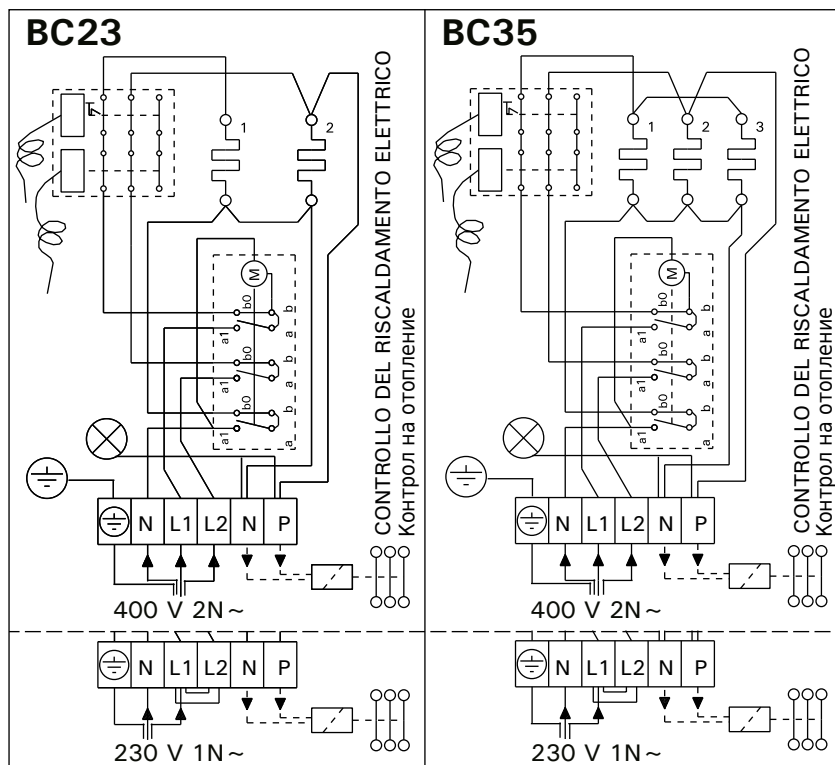

Figura 9. Collegamenti elettrici della stufa BC
- Oltre ai connettori di alimentazione, la stufa modello BC è dotata di un connettore (P), che consente il controllo del riscaldamento elettrico (figura 9). Il cavo di controllo del riscaldamento elettrico viene inserito direttamente nella scatola di derivazione della stufa e da qui nella morsettiera, insieme a un cavo di gomma dello stesso spessore del cavo di connessione.